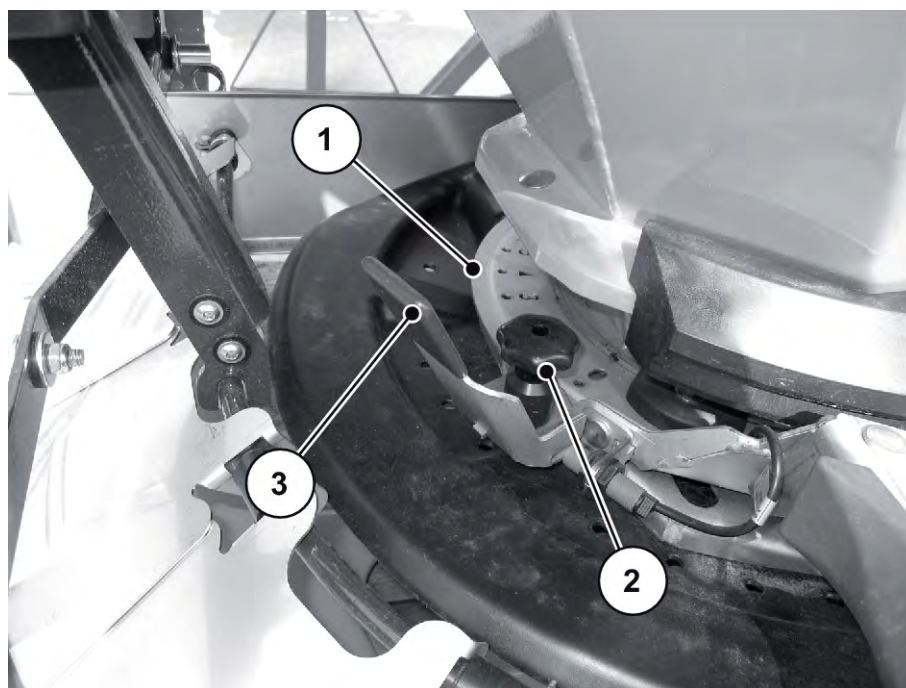

Fig. 30: Indstilling af halvsidespjældet
- ▶ Luk halvsidespjældet. Se *Fig. 30 Indstilling af halvsidespjældet*